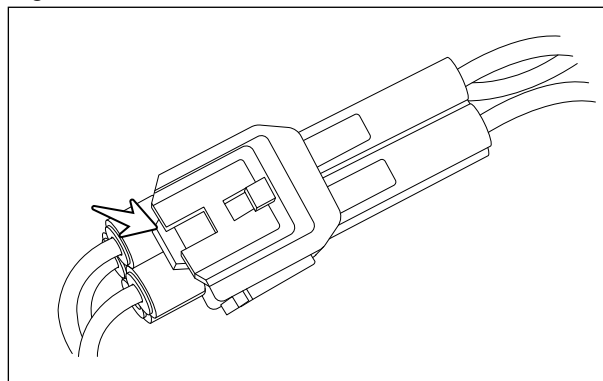

Fig. 5.4
- Para desconectar o conector do módulo da bomba de combustível e do farol, levante a trava (seta) e puxe o conector com cuidado. (Fig. 5.4)